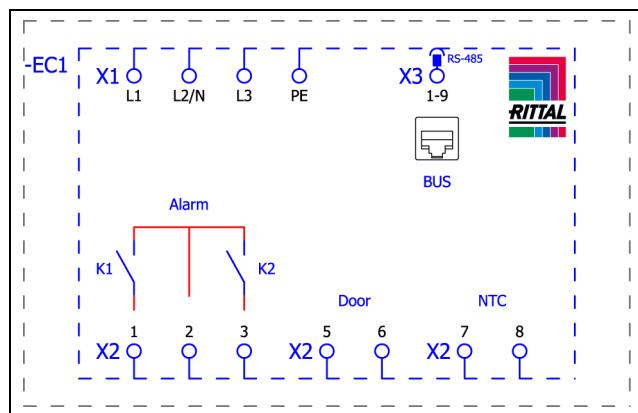
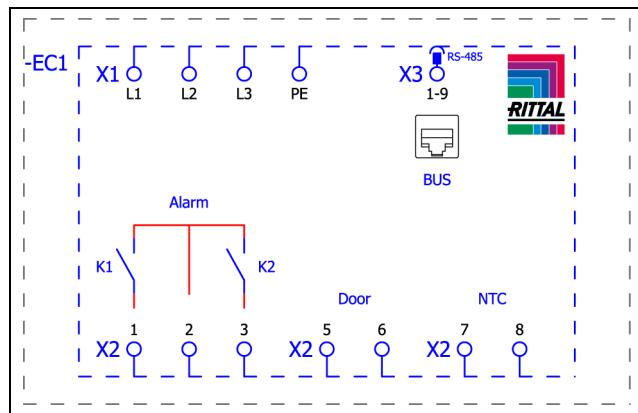

Fig. 17: Schema elettrico per SK 3184837, SK 3185x3x, SK 3186x3x e SK 3187x3x
Fig. 18: Schema elettrico per SK 3188x4x e SK 3189x4x
- Prendere il connettore di rete fornito in dotazione e realizzare il collegamento in base al relativo schema elettrico (Fig. 17 oppure Fig. 18).